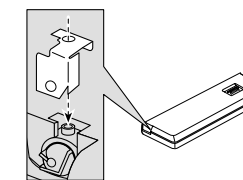

Fig. 11
**1. Attachez le crochet sur la face avant. (Fig. 11)**